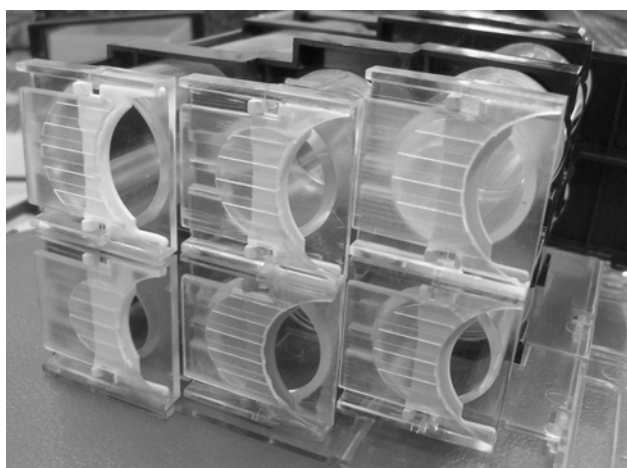

fig. 10
- 1) tous les extracteurs soient alignés (fig.10)